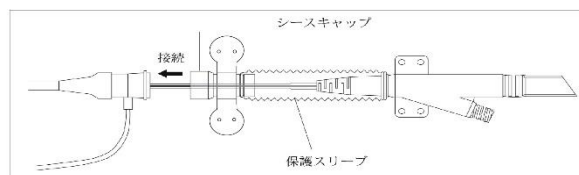

図 4. 保護スリーブ
- (6) 駆動を開始する。透視下にてバルーンが十分膨らんでいることを確認すること。
- (7) バルーンの先端位置を X 線透視下にてよく確認する。
- (8) 保護スリーブを用いる際には、先端のシースキャップの部分をシースボディにはめ込む。(図 4 参照)